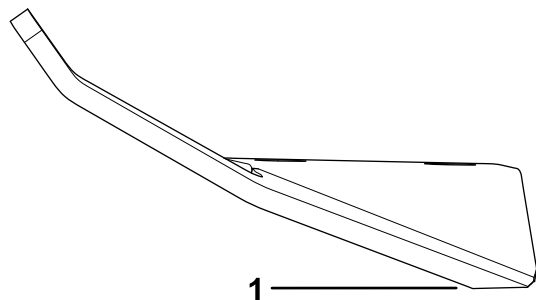

Figura 108
1. Utilizzate una lima o uno strumento di affilatura per affilare il tagliente a entrambe le estremità del gruppo delle lame (Figura 108).
**Nota:** Se il gruppo delle lame non è bilanciato, limate parte del metallo dall'estremità pesante della lama solo nell'area della costa (Figura 108).